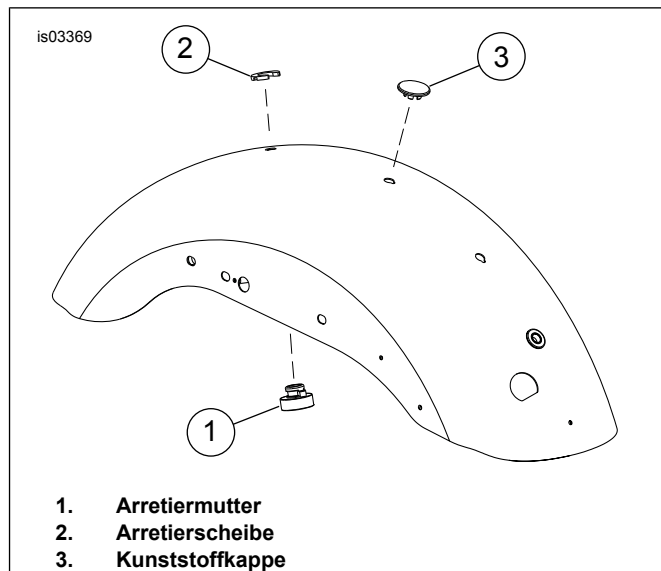
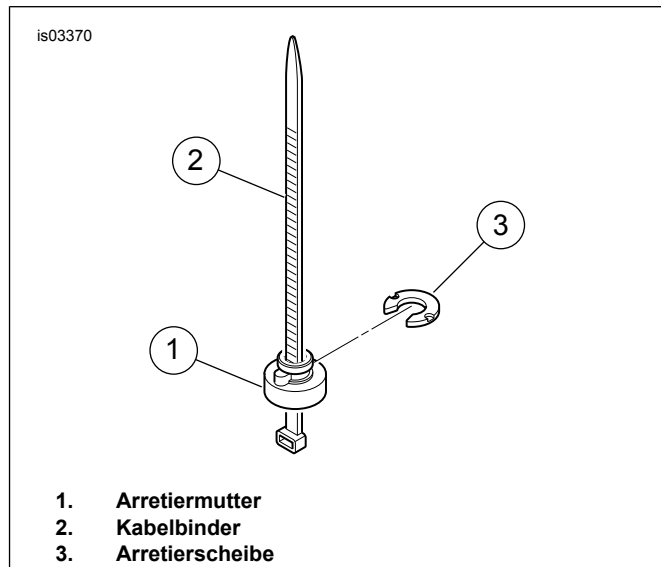

Abbildung 3. Arretiermutter und Kunststoffkappe (Doppelsitzbank)
Abbildung 4. Einbau der Arretiermutter
5. Siehe Abbildung 3. Arretiermutter (1) und Unterlegscheibe (2) in das hintere Loch im Schutzblech einbauen.
- a. Siehe Abbildung 4. Die Arretiermutter (1) so auf den Kabelbinder (2) aufstecken, dass das breitere Ende der Mutter auf der Öse des Kabelbinders aufsitzt.
- d. Wenn die Rippe der Arretiermutter in der Aussparung im Schutzblechloch sitzt, die Arretierscheibe (3) von der Rückseite her aufschieben. Die Arretiermutter ist damit in der vorgesehenen Position arretiert.
6. Siehe Abbildung 3. Die Kunststoffkappe in das mittlere Schutzblechloch einbauen.